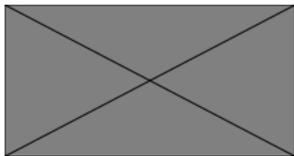

Fig. 116 - INSTALACIÓN
- Lubrique ligeramente una nueva junta tórica para la cubierta de la batería con grasa de silicona y colóquela sobre el borde exterior biselado del compartimento de la batería (Fig. 116). Asegúrese de que queda colocada uniformemente.